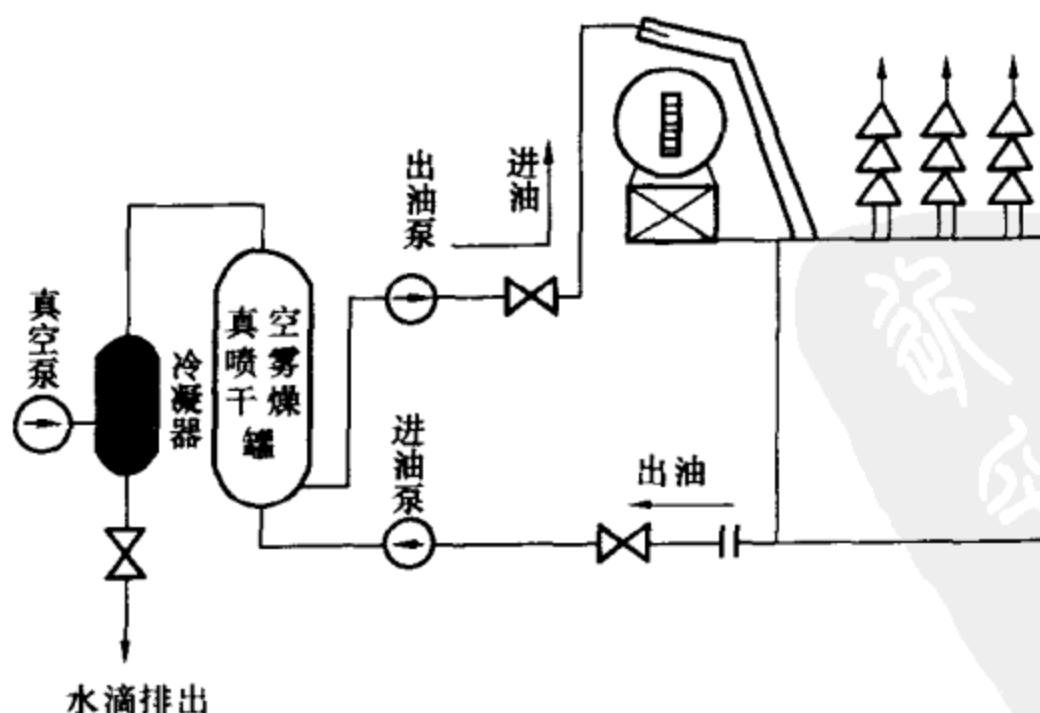

图 3-77 真空喷雾装置干燥变压器的流程图
(1) 工作原理：根据水分在油纸绝缘中的平衡原理，变压器内的油纸两种物质的含水量随油箱内的温度变化而变化，在恒定温度下，各自含水量趋向平衡。低温时纸中的含水量较高温时高，而油中的含水量较高温时为低。用真空喷雾法干燥变压器，就是不停电的情况下，首先将油加热到尽可能高的温度，使纸中所含水分转移到油中，然后在负压状态下，使油中的水分变为水蒸气，并经冷却成水滴后排出，以达到干燥的目的。
(2) 操作方法：采用真空喷雾装置干燥变压器的流程如图 3-77 所示。把干燥用的真空喷雾滤油机与运行变压器的油路连接好，然后将运行中的热油自变压器底部抽出打入真空喷雾干燥罐内。经喷嘴喷出雾化，油雾化后其中水分蒸发成水蒸气，由真空泵抽出至冷凝器成水滴排出。去除水分的油再打回变压器上部。如此不断循环，经过一定时间后，变压器中的油、绝缘纸、隔板的含水量便会降低，使变压器电气绝缘水平得以提高。